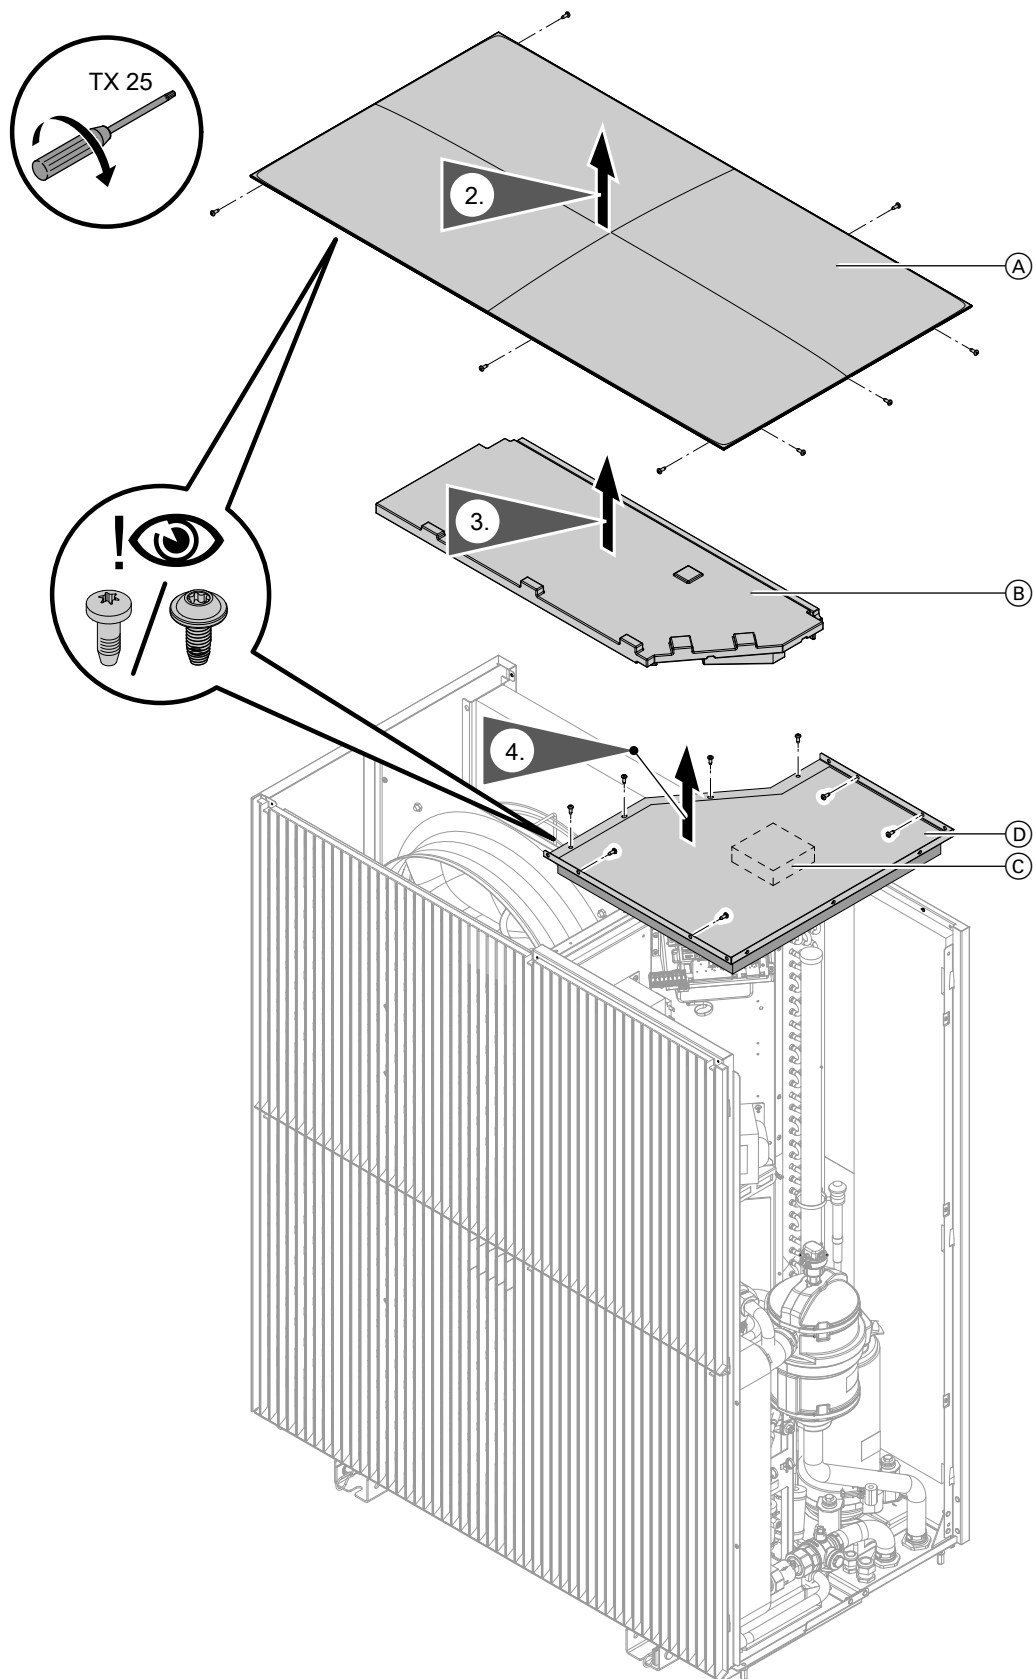

Abb. 117
7. Deckel abbauen: Siehe Abb. 117.
2. Deckel abbauen: Siehe Abb. 117.